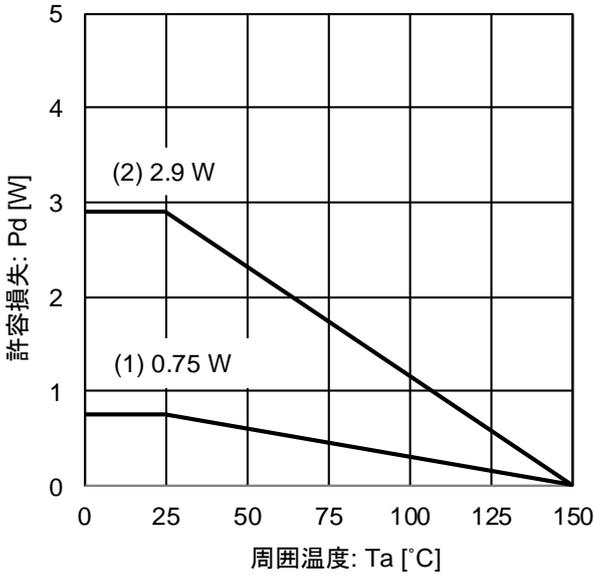
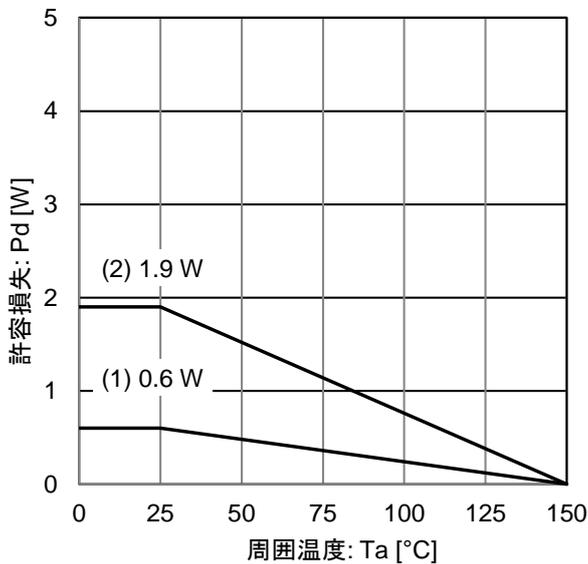

Figure 54. 熱低減曲線グラフ (HTSOP-J8)
Figure 55. 熱低減曲線グラフ (SOT223-4)
周囲温度 $T_a = 25\text{ }^\circ\text{C}$ 以上でご使用になる場合は Figure 54、Figure 55 の熱低減曲線グラフを参考にしてください。IC の特性は、使用される温度に大きく関係し、最高接合部温度 T_{jmax} 以下で動作させる必要があります。周囲温度 T_a が常温 ($25\text{ }^\circ\text{C}$) でも、入力電圧 V_{CC} と負荷電流 I_{OUT} の値によっては、チップ (接合部) 温度 T_j がかなり高温になっていることがありますので、ご使用の際は許容損失 P_d 内で IC を動作させてください。
$T_a = 105\text{ }^\circ\text{C}$ の時、Figure 54 (2) の条件で、入出力電位差が 8.5 V であれば、約 125 mA 出力できる計算になります。熱設計は以上のことを参考に動作温度範囲内すべてにおいて許容損失内に収めるようにしてください。
ケース温度 (裏面) $T_c = 80\text{ }^\circ\text{C}$ の時、Figure 54 (2) の条件で、消費電力 P_c は以下ようになります。
$T_a = 105\text{ }^\circ\text{C}$ の時、Figure 55 (2) の条件で、入出力電位差が 8.5 V であれば、約 63 mA 出力できる計算になります。
ケース温度 (裏面) $T_c = 92\text{ }^\circ\text{C}$ の時、Figure 55 (2) の条件で、消費電力 P_c は以下ようになります。